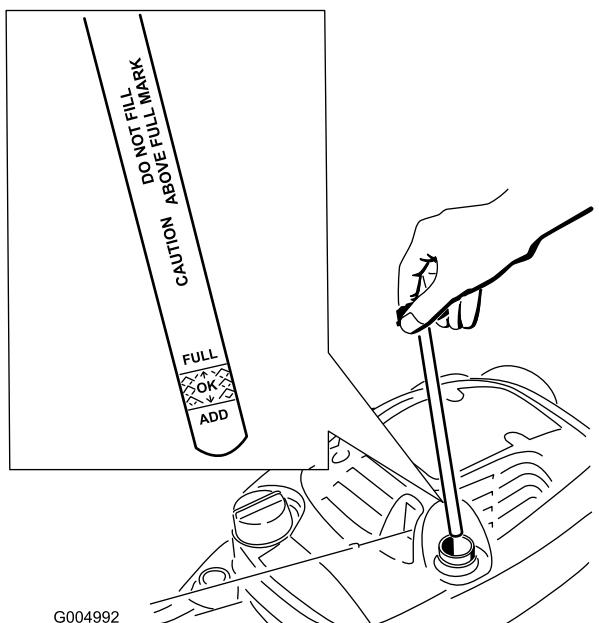

Figura 25
2. Retire la varilla (Figura 25).